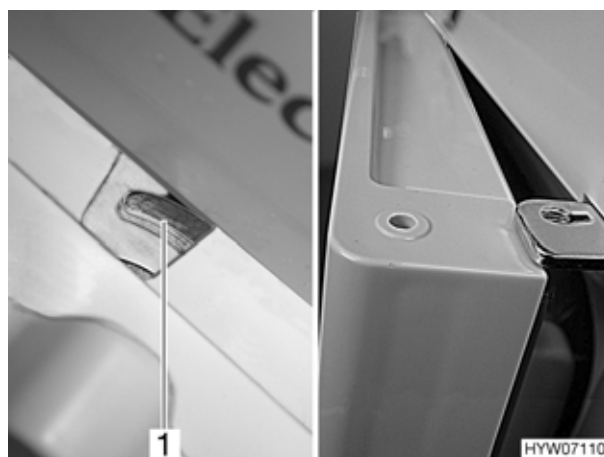

Fig. 138 Porta del frigorifero in posizione di aerazione (variante 2)
- Bloccare la porta del frigorifero con l'ausilio dell'arresto della porta (Fig. 138,1). In questo modo la porta rimane ferma in posizione socchiusa (Fig. 138).